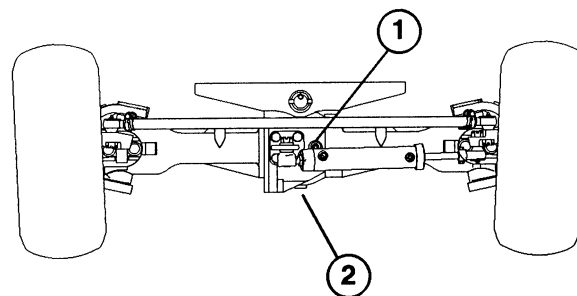

Fig. 6
KONTROL AF OLIE I BAGAKSEL (Fig. 6)
2. Fjern kontrolproppen fra akslen. Sørg for, at olien står op til den nederste del af kontrolhullet. Hvis oliestanden er lav, skal der hældes nok olie på, indtil den står op til den nederste del af kontrolhullet (Fig. 6).